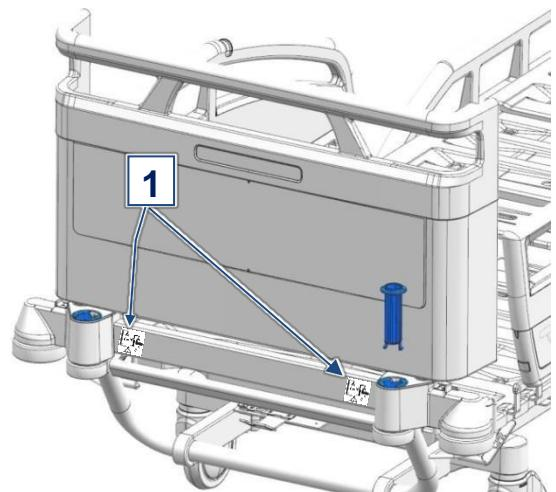

Fig. 19.1 Plassering av holder på senger med fast hodegavl
- i** På senger med fast hodegavl er disse holderne festet på utsiden av hodegavlen (se Fig. 19.1).
Videre er senger med fast hodegavl merket med dette pictogrammet i hodeenden (se Fig. 19.1).